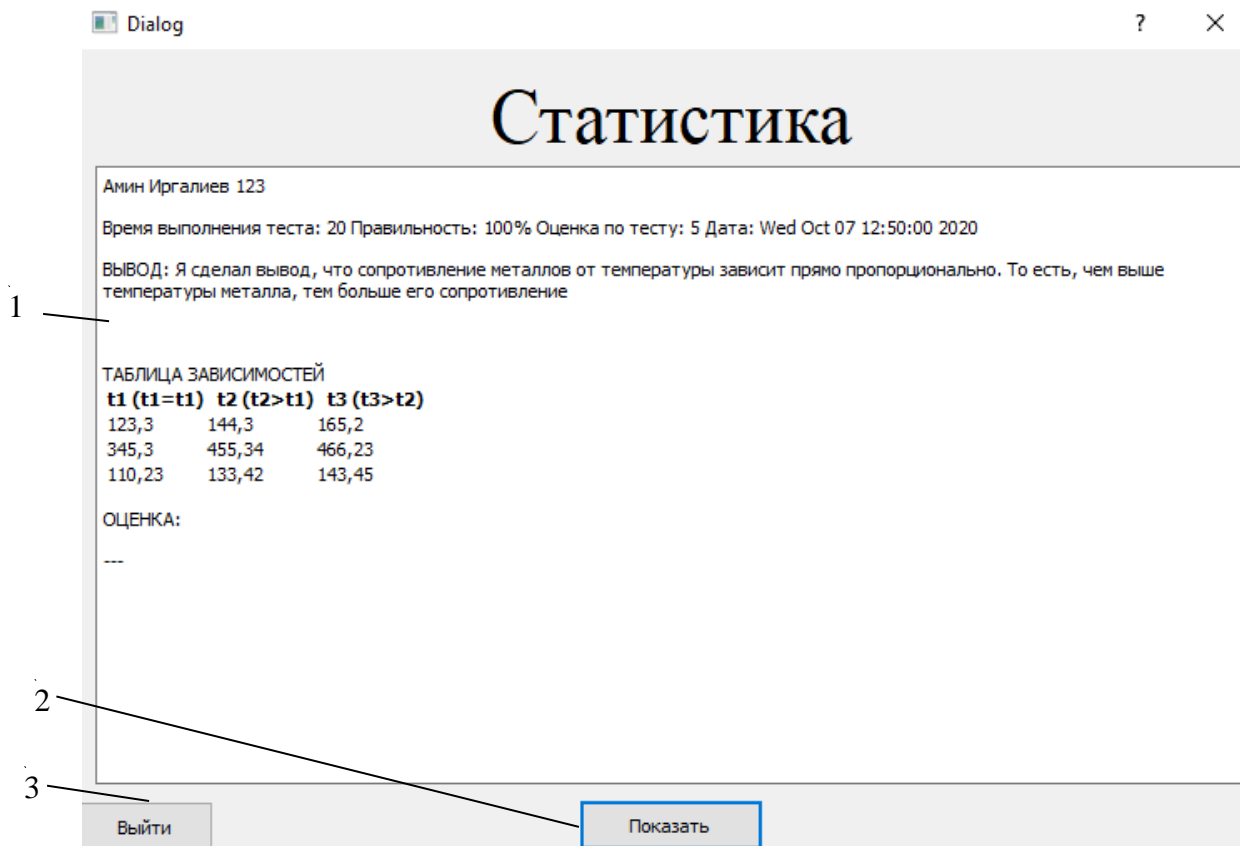

Рисунок 2.6 –Статистика для обучающегося
Если же в меню выбрать пункт статистика, то на экран выведется текущая статистика обучающегося (рис. 2.6).
4. Нажать на кнопку «Показать». Убедиться, что появилась статистика текущей виртуальной лабораторной работы (см. рис. 2.6).